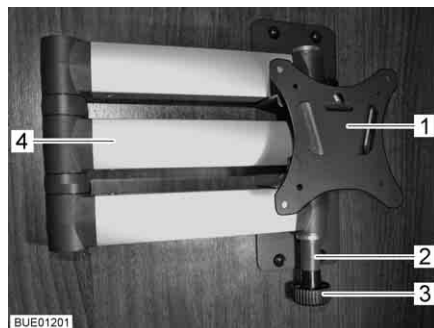

Bild 68 Halterung mit Gelenkarm
- Entriegelungsknopf (Bild 68,3) ziehen. Der Gelenkarm (Bild 68,4) ist entriegelt.
- Flachbildschirm in die Ausgangslage zurückschwenken, bis die Halterung (Bild 68,1) in die Verriegelung (Bild 68,2) einrastet.